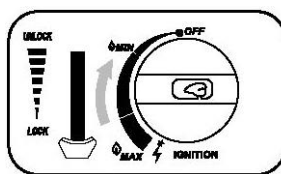

Fig. 3
6. Ställ sedan gasreglaget i önskat läge (fig. 3).